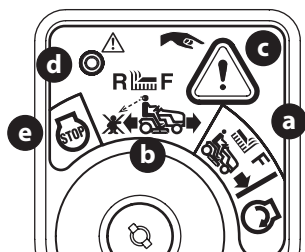

Figura 23
2. Gire la llave de la posición CORTE NORMAL  (a) a la posición MODO DE PRECAUCIÓN DE RETROCESO  (b) del módulo de encendido (Figura 23).
3. Oprima el BOTÓN DE MARCHA ATRÁS  (c) en el ángulo superior derecho del módulo de encendido. La luz indicadora roja (d) que está en el ángulo superior izquierdo del módulo de encendido se mantendrá ENCENDIDA mientras esté activada (Figura 23).
5. Siempre mire hacia abajo y hacia atrás antes y mientras opera en marcha atrás, para asegurarse de que no haya niños en el área. Luego de volver a desplazarse hacia adelante, vuelva la llave a la posición de CORTE NORMAL  (a) (Figura 23).
6. El MODO DE PRECAUCIÓN DE RETROCESO (b)  permanecerá activado hasta que (Figura 23):